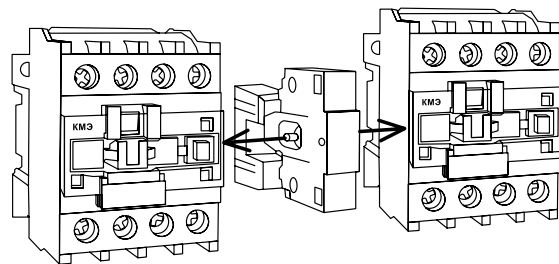

Рис. 2
2. Схема реализации реверсивной схемы на контакторах KMЭ EKF PROxima с использованием блокировочного устройства (рис. 2).